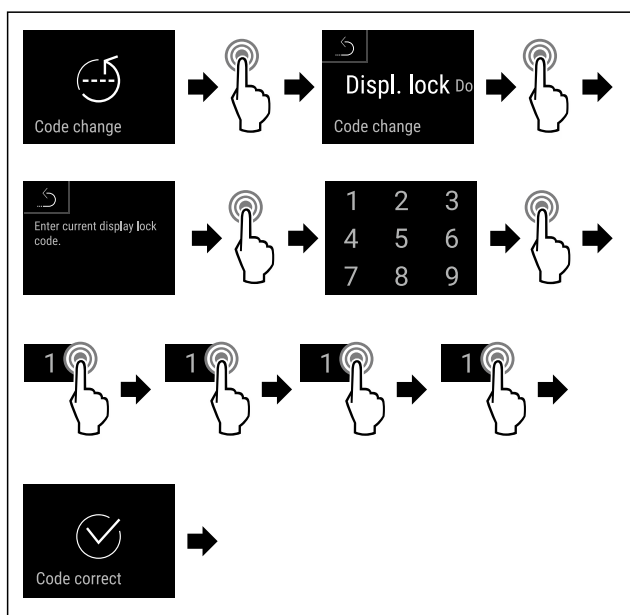

Fig. 84
- ▶ Følg anvisningene (se Fig. 84).